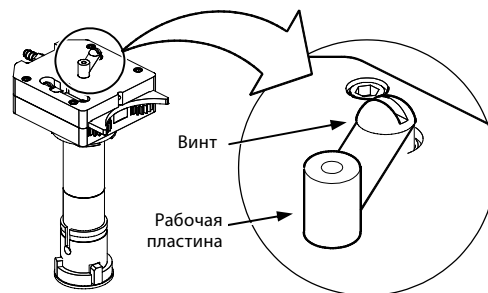

Рисунок 37. Отделение зубчатого колеса от щеточного кольца
12. Убедитесь в надежности фиксации винта рабочей пластины и отсутствии на нем чрезмерного количества окислов. См. рисунок 37. При необходимости очистите рабочую пластину с помощью мелкозернистой абразивной подушечки.